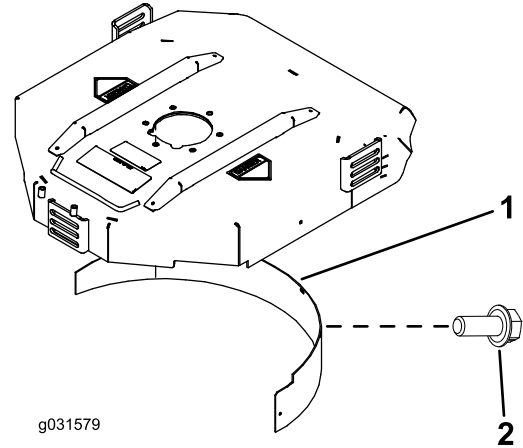

Figure 15
2. Montez le déflecteur de déchiquetage dans l'ouverture arrière et fixez-le avec 5 boulons à embase (Figure 15).